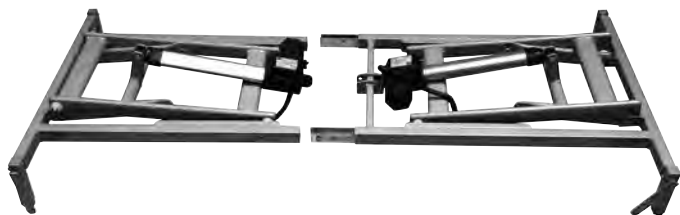

Fig. 1
2. Posez les deux parties du châssis sur le sol (fig. 1).